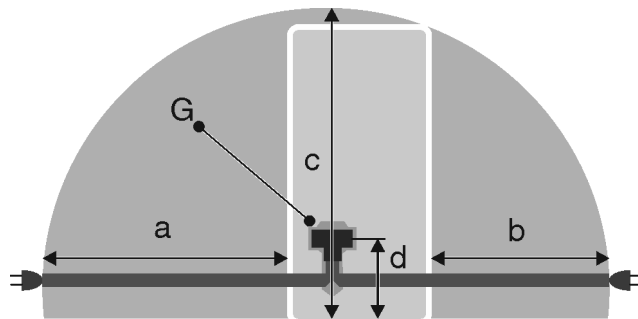

Fig. 25
- Steckdose liegt außerhalb des Geräterückseitenbereichs im gegebenen Bereich Fig. 25 (a, b, c).
- ▶ Gerätestecker Fig. 25 (G) auf der Rückseite des Gerätes einstecken. Auf richtiges Einrasten achten.